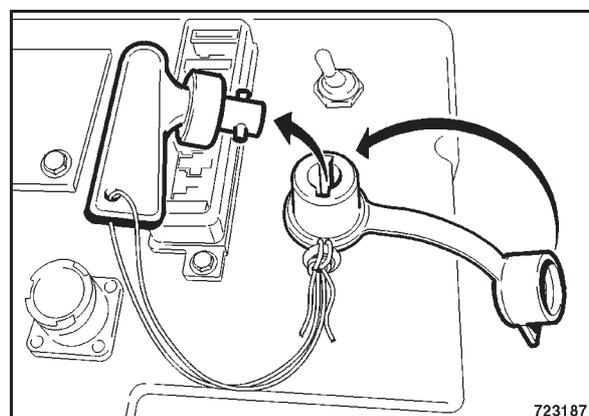

Bild 63
- Batterie Hauptschalter (Bild 63) abschalten und abziehen.